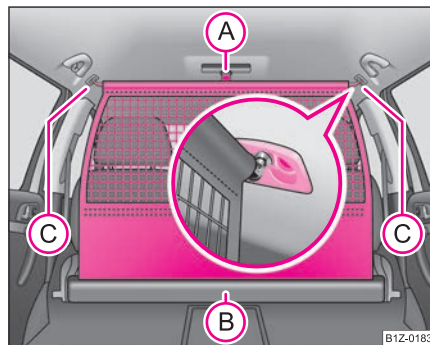

Fig. 88 Desenrollar la red divisoria
- Tire de la red divisoria por la lengüeta **A** y sáquela de la caja **B** $\Rightarrow$ fig. 88.
- Tire de la barra transversal un poco hacia atrás, primero en un lado y seguidamente en el otro lado, y saque la barra transversal de los alojamientos **C** $\Rightarrow$ fig. 88.